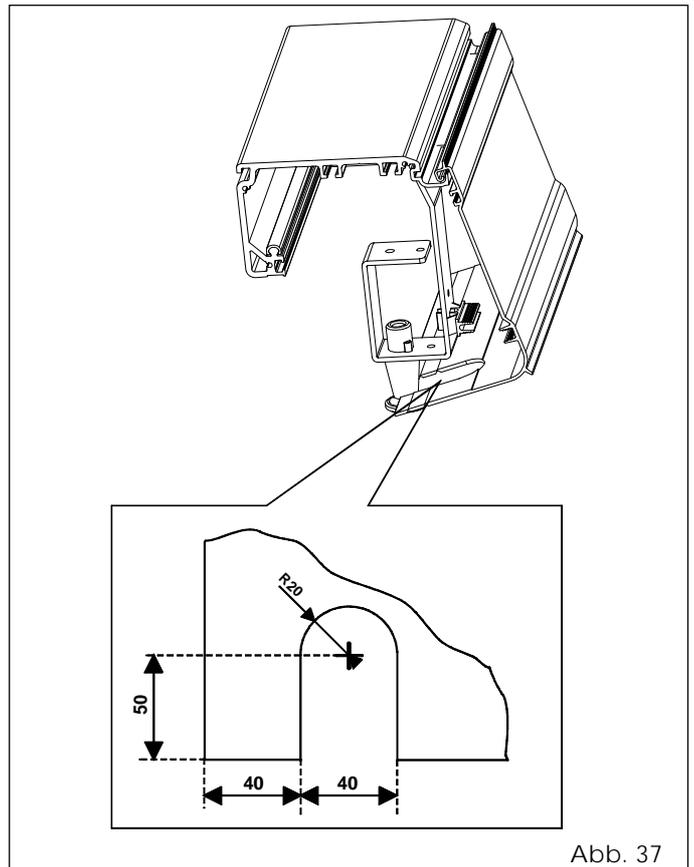

Abb. 37
- ANMERKUNG: Sollte eine interne Freigabe eingesetzt werden, muss diese für einen ordnungsgemäßen Abschluss der Schutzabdeckung unter Berücksichtigung der in der Abb. 37 angegebenen Maße geschnitten werden.